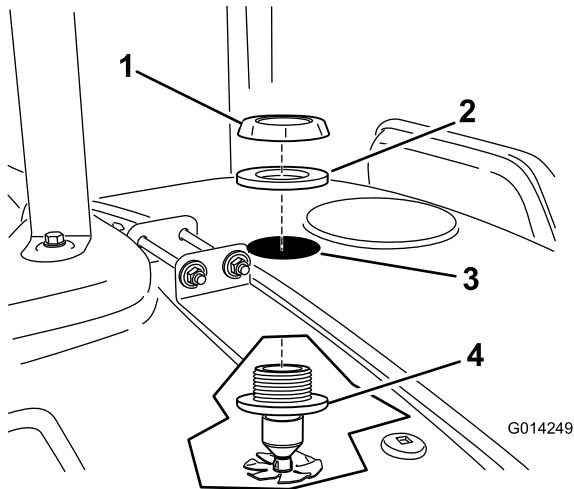

Bild 17
6. Stecken Sie eine Düse durch das gebohrte Loch (Bild 17).
7. Stecken Sie die Dichtung und die Mutter des Schottanschlussstücks auf das freiliegende Gewinde der Spüldüsen (Bild 17).